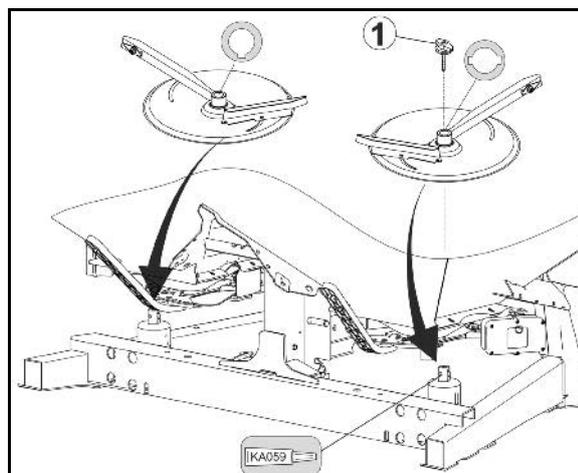

Fig. 42
1. Retirar la tuerca de mariposa (Fig. 42/1).